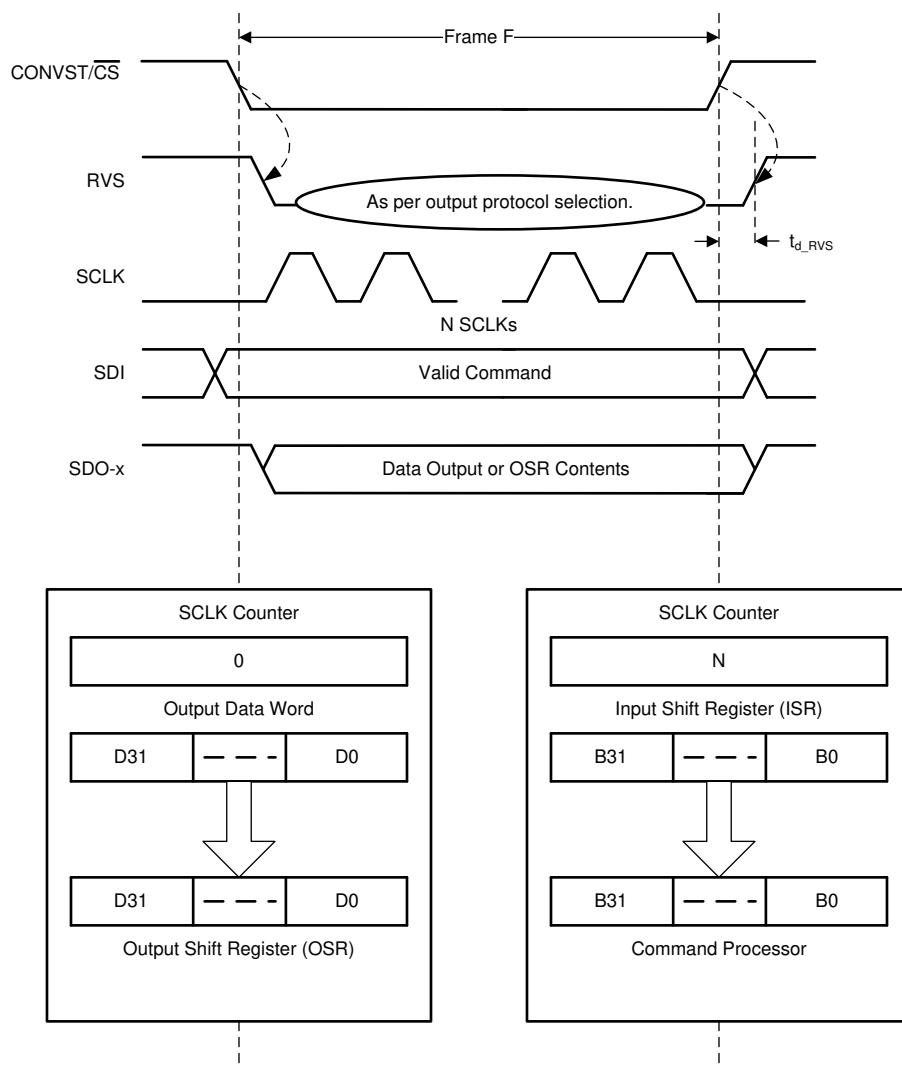

図 6-25. データ転送フレーム
デバイスとホスト コントローラとの間のデータ転送フレームは、CONVST/CS ピンの立ち下がりエッジで開始されます。このフレームは、デバイスが次の立ち上がりエッジで変換を開始すると終了します。ホスト コントローラは、CONV 相が終了した後で CONVST/CS 信号を Low (図 6-25) にすることで、データ転送フレームを開始します。「CONV 状態」セクションに、このプロセスの説明が記載されています。
- デバイスはデータバスを制御します。図 6-25 に示されているように、出力データワードの内容は、32 ビットの出力シフトレジスタ (OSR) にロードされます。
- 図 6-25 に示されているように、入力シフトレジスタの内容はコマンドプロセッサへ転送され、デコードとさらなる処理が行われます。